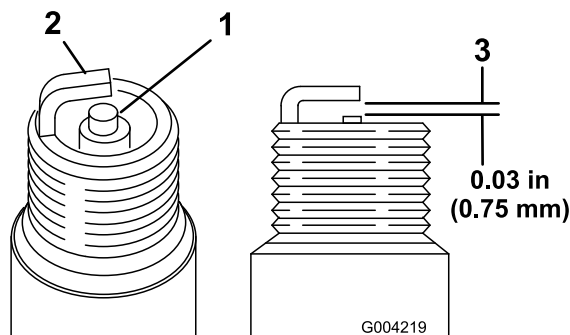

Bild 50
1. Sehen Sie sich die Mitte der Zündkerzen an (Bild 50). Wenn der Kerzenstein hellbraun oder grau ist, ist der Motor richtig eingestellt. Eine schwarze Schicht
2. Prüfen Sie den Abstand zwischen den mittleren und seitlichen Elektroden (Bild 50).
3. Verbiegen Sie die seitliche Elektrode (Bild 50), wenn der Abstand nicht stimmt.